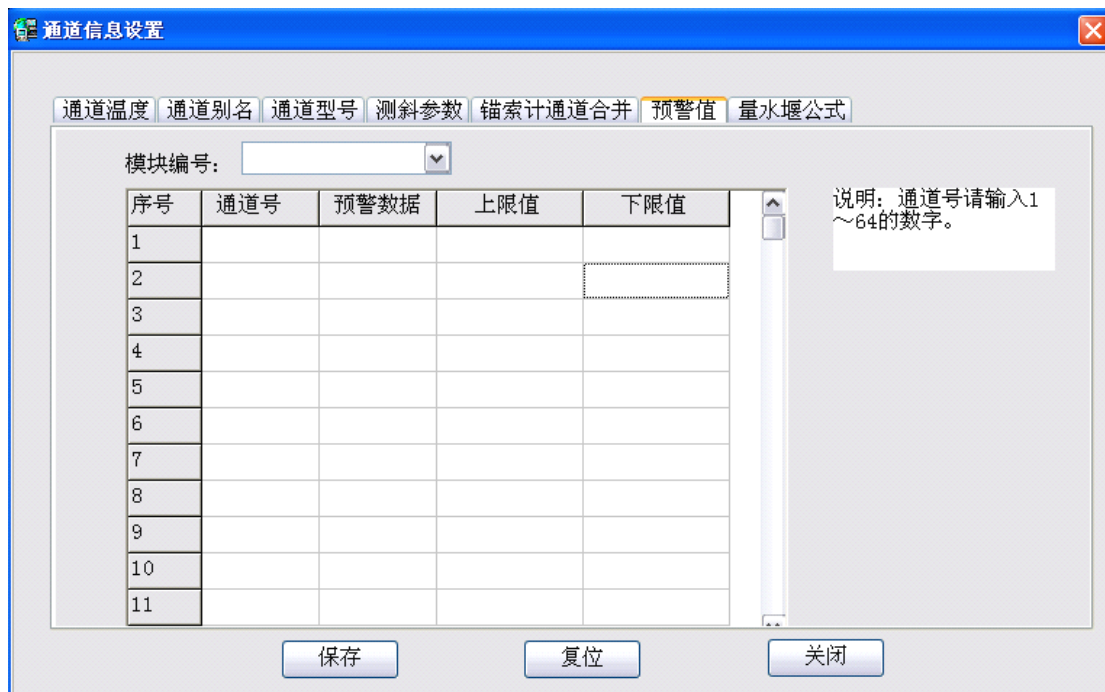

图 16 预警值设置
f) 预警值: 针对现场情况, 设置预警值, 当测试的数据超过预警值范围时, 测试的当前数据会显示为红色数据, 以及在测试界面会的预警显示对话框会显示: 超出预警值的数据的模块信息, 通道信息, 以及哪个时间超出预警值的, 如图 16.